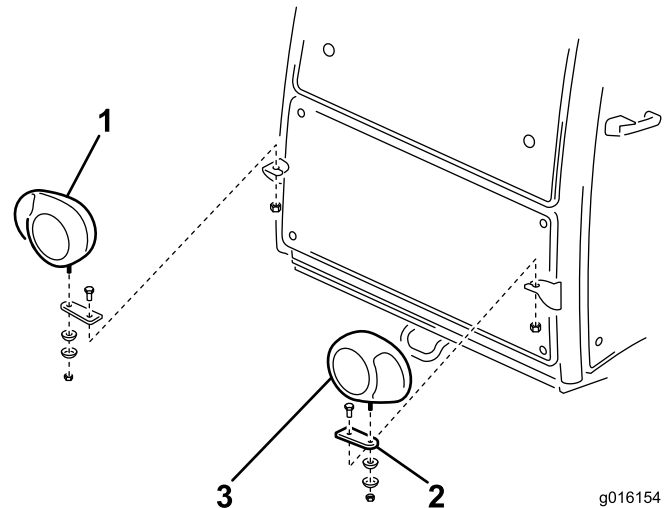

Figure 6
1. Fixez les supports des phares aux supports existants à l'avant de la cabine au moyen de vis (1/2 x 1") et contre-écrous (1/2"). Positionnez les supports comme illustré à la Figure 6.
2. Fixez les phares gauche et droit sur leurs supports (Figure 6) à l'aide des fixations fournies. Prenez soin de positionner les verres des indicateurs de direction vers l'extérieur de la machine.